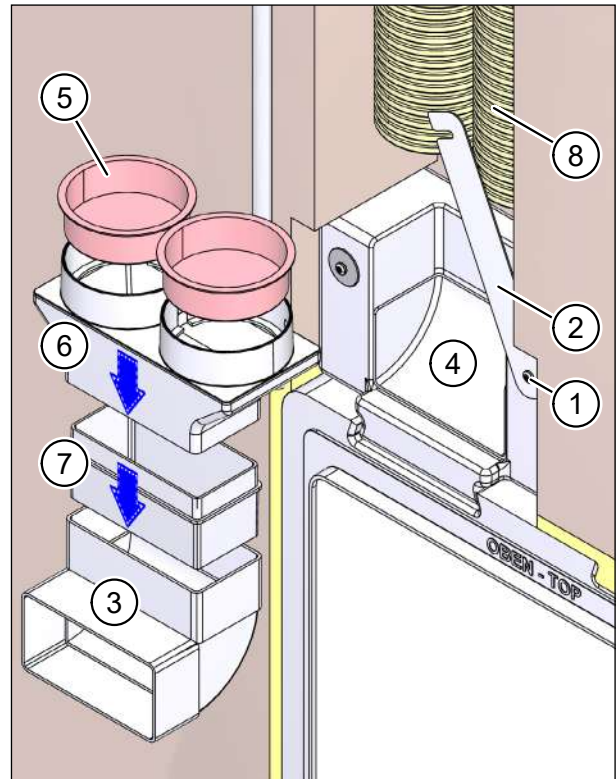

Abb. 27: Flexrohr-Verbindungsstücke zusammensetzen und Flexrohre ablängen
- ▶ Lockern Sie die beiden Kreuzschlitzschrauben (Pos. 1 in Abb. 27) und klappen Sie den Riegel (Pos. 2 in Abb. 27) nach oben.
- ▶ Nehmen Sie den Flachkanal-Winkel (Pos. 3 in Abb. 27) aus dem Kanalanschlussadapter (Pos. 4 in Abb. 27).
- ▶ Entfernen Sie die roten Schutzdeckel (Pos. 5 in Abb. 27) auf dem Flexrohradapter (Pos. 6 in Abb. 27) M-WRG-FRA75 (Art.-Nr. 200020).
- ▶ Setzen Sie den Formstückadapter M-WRG-FSA lang, Art.-Nr. 200234 (Pos. 7 in Abb. 27), in den Flachkanal-Winkel (Pos. 3 in Abb. 27) ein.
Achten Sie darauf, dass Sie den Formstückadapter so einsetzen, dass die kurze Seite nach oben zeigt (siehe Pos. 7 in Abb. 27).
- ▶ Setzen Sie den Flexrohradapter (Pos. 6 in Abb. 27) auf den Formstückadapter (Pos. 7 in Abb. 27) auf und dichten Sie die Verbindungsstelle mit einer Lage Dichtband von 30 mm Breite ab.
- ▶ Setzen Sie die zusammengesetzten Flexrohr-Verbindungsstücke (Pos. 3, 6 und 7 in Abb. 27) probeweise in den Kanalanschlussadapter (Pos. 4 in Abb. 27) ein.
- ▶ Kürzen Sie die Flexrohre (Pos. 8 in Abb. 27) so weit, dass sich diese in den Flexrohradapter (Pos. 6 in Abb. 27) einsetzen lassen.